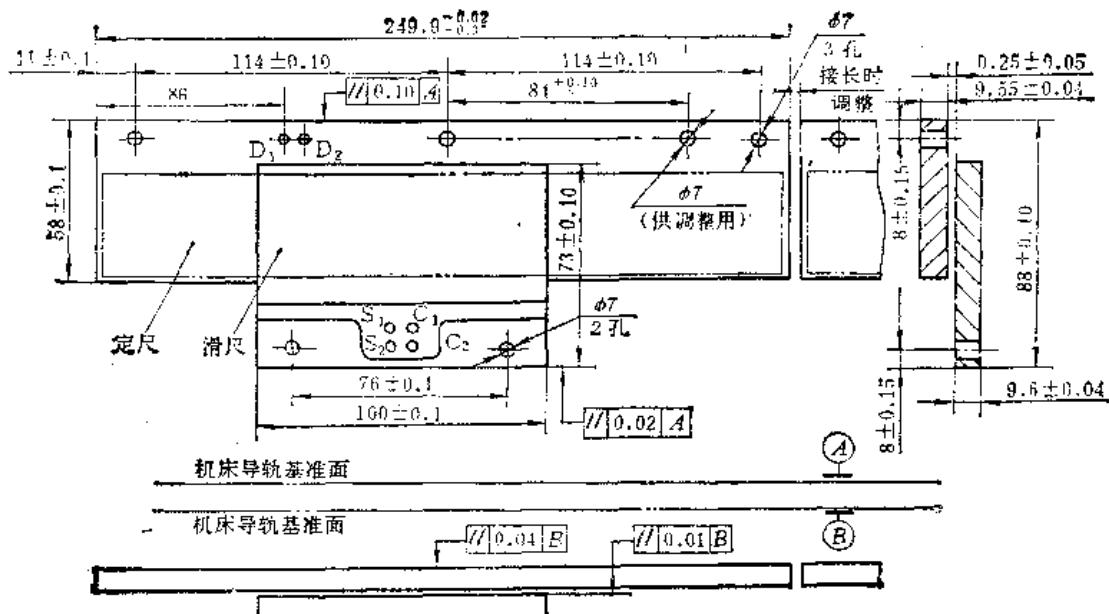

图22-3-1 直线感应同步器外形尺寸、安装尺寸和安装要求
(2) 外观质量 外表无锈蚀和机械损伤，基准面无胶、漆等脏物，插座无松动。
(3) 定尺和滑尺外形尺寸，安装要求见图22-3-1。
(4) 直流电阻 空气温度为20°C时，绕组直流电阻应符合如下规定：
如图22-3-1所示：